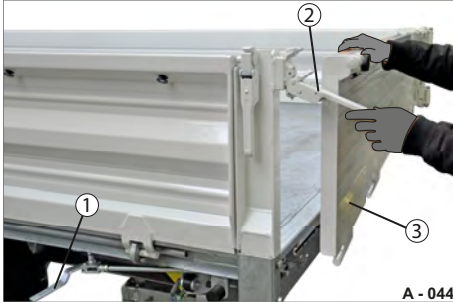

Abb. 62 Drehflügel entriegelt
- ▶ Entriegeln Sie die Zentralverriegelung (Abb. 62/1) für Pendel-Betrieb.
- ▶ Entriegeln Sie den oberen Verschluss (Abb. 62/2) auf der Öffnungsseite. Der Drehflügel wird freigegeben.